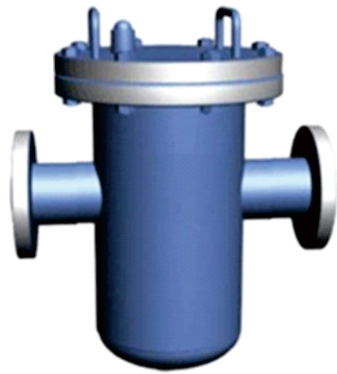

图15 篮式过滤器
(1) 传感器应安装在便于维修，管道无振动、无强电磁干扰与热辐射影响的场所。
(2) 水平安装传感器要求管道不应有目测可察觉的倾斜（一般在5°以内），垂直安装传感器管道垂直度偏差亦应小于5°。在不能停流的场所，应装旁通管和可靠的截止阀（见图15），测量时要确保旁通管无泄漏。